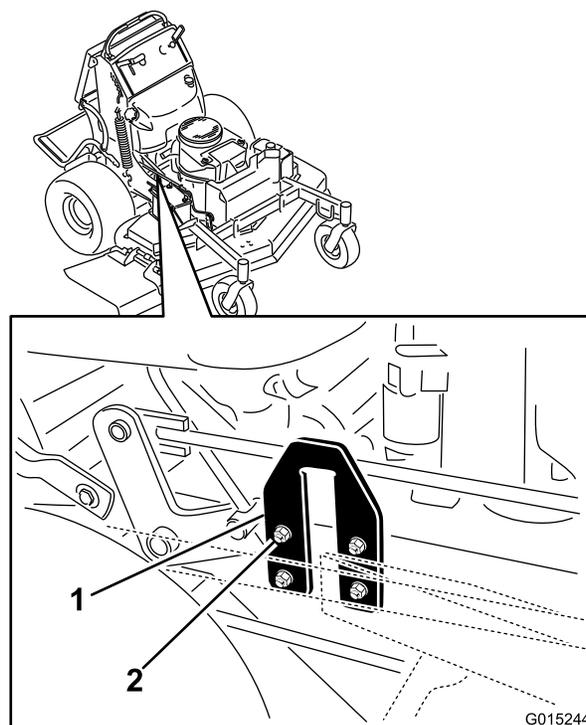

Figura 83
2. Localice las chapas con forma de U en el lateral de la carcasa del motor (Figura 83).
3. Afloje la chapa en un lado y ajústela hacia arriba o hacia abajo hasta que la diferencia entre las medidas **B** y **C** sea de no más de 6 mm (Figura 83).